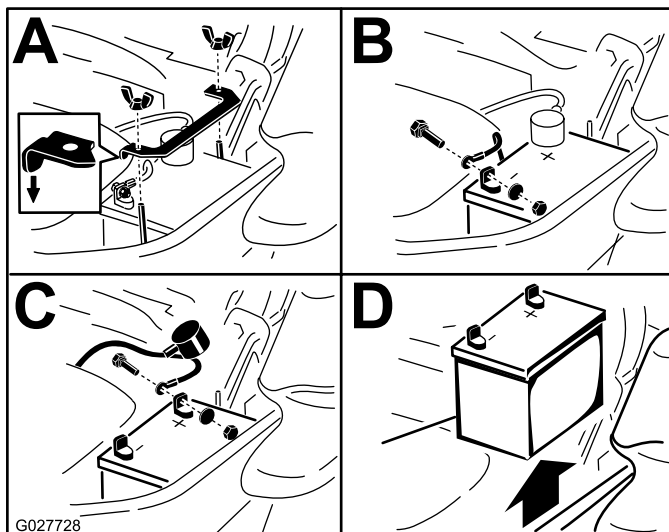

Figura 51
3. Scollegate prima il cavo negativo della batteria (nero) dal morsetto negativo (-)(nero) della batteria (Figura 51).
4. Sfilate la guaina rossa dal morsetto positivo (rosso) della batteria e togliete il cavo positivo (+)(rosso) della batteria (Figura 51).
5. Togliete il dado ad alette che fissa la fascetta della batteria (Figura 51).
6. Togliete la fascetta (Figura 51).
1. Posizionate la batteria nel vassoio, con i poli in posizione opposta al serbatoio idraulico (Figura 51).
4. Fissate i cavi con 2 bulloni, 2 rondelle e 2 dadi di bloccaggio (Figura 51).
6. Montate la fascetta e fissatela con il dado ad alette (Figura 51).